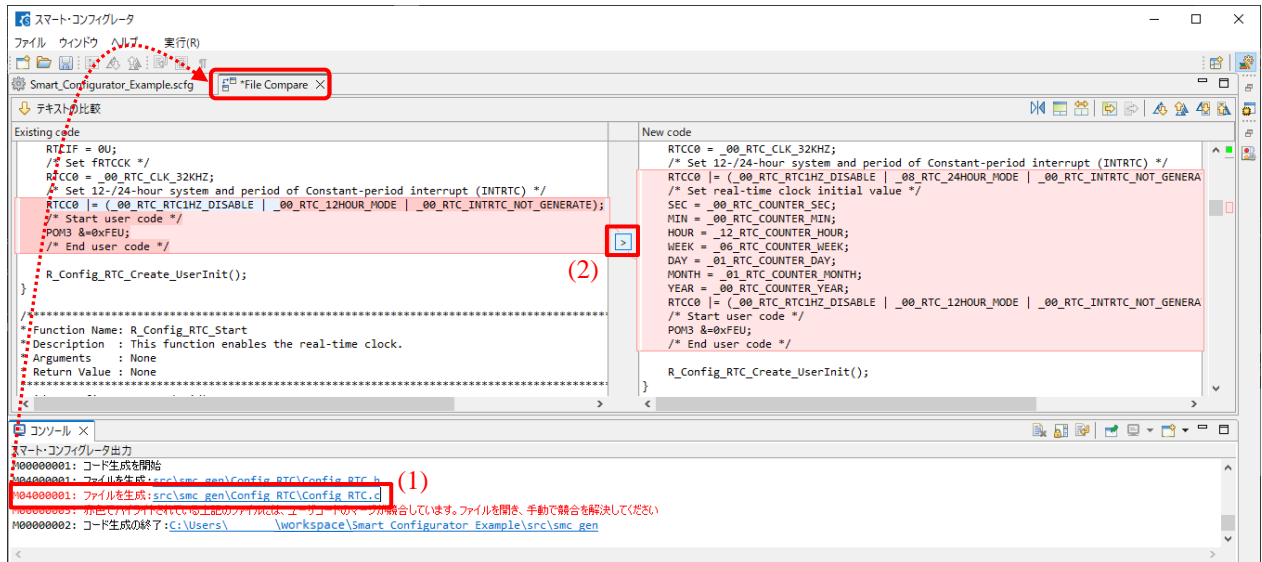

図 11-4 生成コードの競合解決前
- (1) コンソールメッセージの競合ファイルをクリックし、[File Compare] ビューを開きます。
- (2) 図 11-4 のように、矢印  をクリックし左側パネルのコードを右側パネルにコピーします。